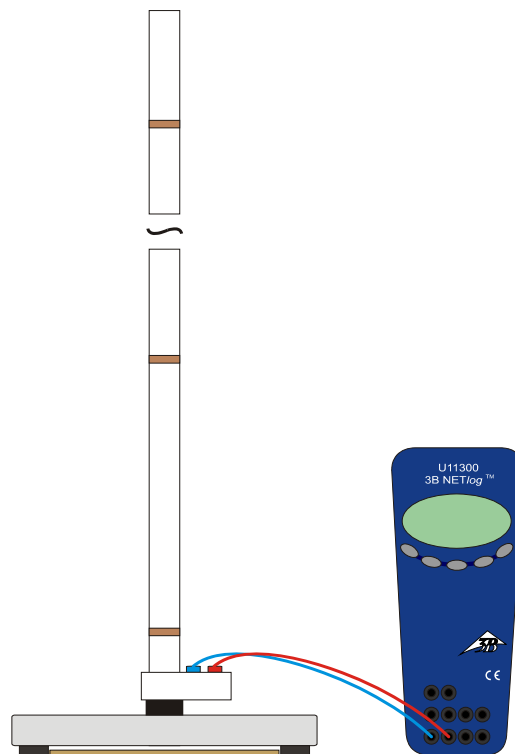

Fig. 1 Montaje de experimentación
- Se monta la disposición de experimentación de acuerdo con la Fig. 1.